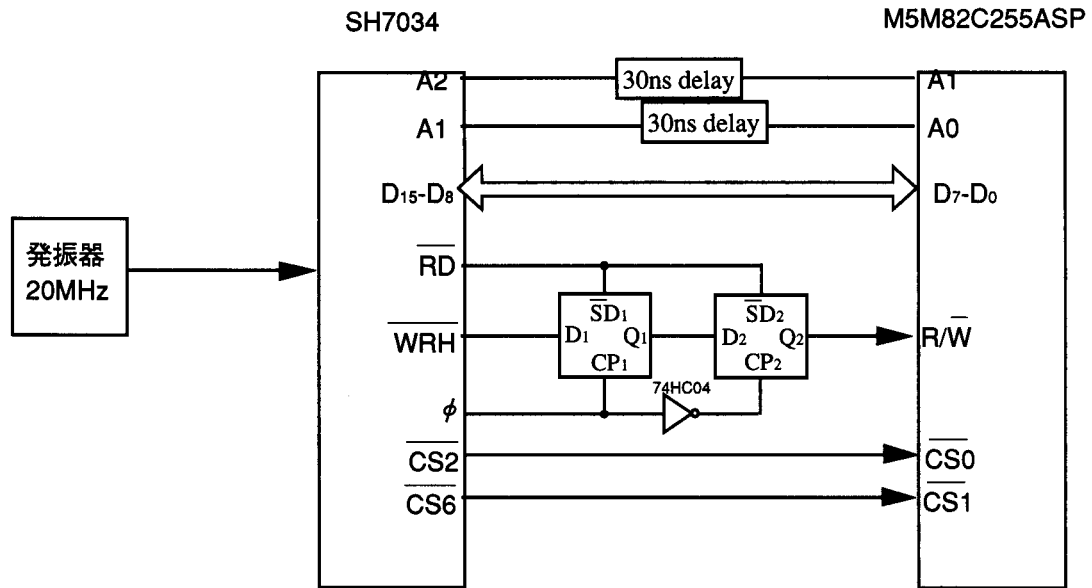

図1 SH7034およびM5M82C255ASP接続ブロック図
- (1) 図1に示すように、SH7034とPIO (M5M82C255ASP) とインターフェースを行います。